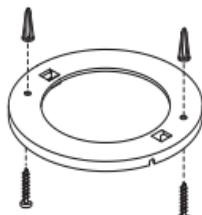

FIGURA 4
3. Después de seleccionar la ubicación adecuada para la alarma contra humo, como se describe en la Sección 1, conecte la placa de montaje al cielo raso como se muestra en la Figura 4. Para instalar la alarma en la pared, consulte la Figura 5. Coloque la placa de montaje en la pared. Asegúrese de que el texto "UP FOR WALL MOUNTING" y la flecha apunten hacia arriba. Use los tornillos y anclajes que se proporcionan para fijar la placa de montaje en su lugar (use una broca de 3/16 pulg. para hacer los orificios para los anclajes).